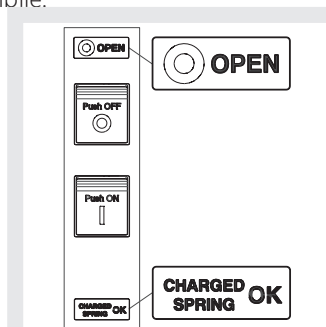

Figura 33
2. Interruttore aperto con molle cariche (vedi Figura 33).